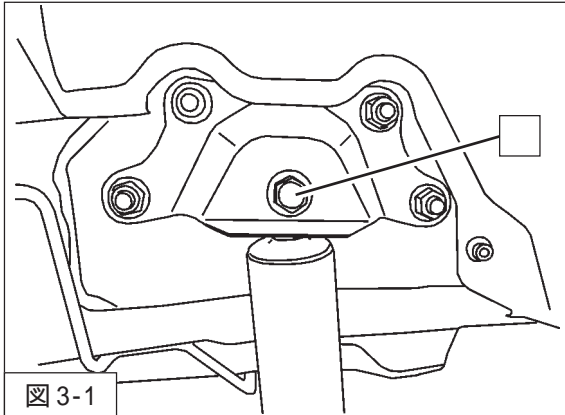

図3-1
2. ロアアームをジャッキで支えながら、ダンパーアッパー取付ボルトを取外してください。(図3-1)